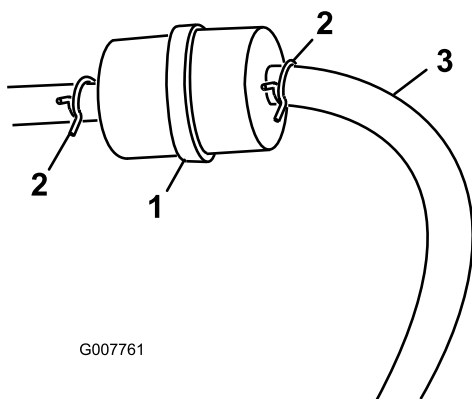

Figura 24
3. Apriete los extremos de las abrazaderas y deslícelas por el tubo alejándolas del filtro (Figura 24).
5. Instale un filtro nuevo y acerque las abrazaderas al filtro (Figura 24).
3. Afloje la abrazadera cerca del filtro de combustible y deslícela por el tubo, alejándola del filtro de combustible (Figura 24).
4. Desconecte el tubo de combustible del filtro de combustible (Figura 24).
Nota: Deje fluir la gasolina a una lata u otro recipiente apropiado (Figura 24).
5. Instale el tubo de combustible en el filtro de combustible. Acerque la abrazadera al filtro de combustible para fijar el tubo de combustible (Figura 24).